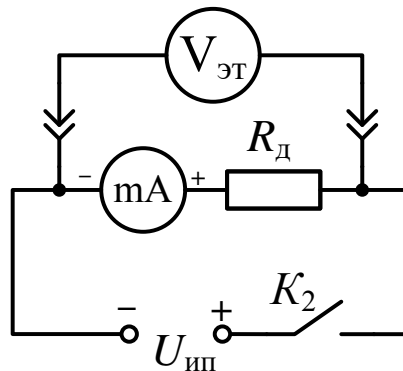

Рис. 2.7
3.5. Соберите схему на рис. 2.7. Ключ K_2 установите в разомкнутое положение (рычажок вниз). В качестве R_d используйте магазин сопротивлений Р33, установленный на рассчитанное значение. В качестве эталонного вольтметра используйте мультиметр, установленный на предел «20 V».